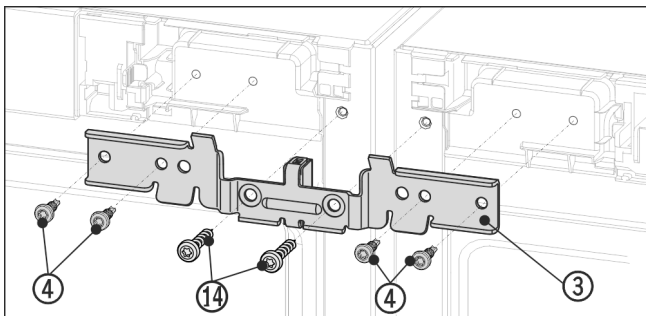

Fig. 12 Zobrazení příkladu
- ▶ Úhelník Fig. 12 (3) zasuňte rozpěrným kusem mezi přístroje na čepy. Úhelník přišroubujte čtyřmi šrouby Fig. 12 (4) a předtím vyšroubovanými uzemňovacími šrouby Fig. 12 (14) střídavě vlevo a vpravo bez utahování.